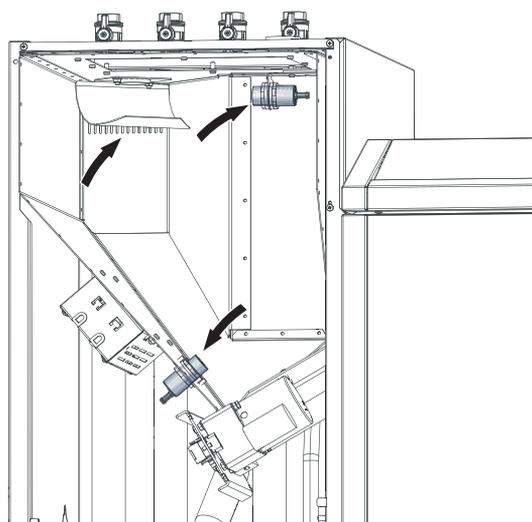

Fig. 61 Pulire gli interruttori di prossimità e le fessure dei filtri
- ▶ Rimuovere la polvere dagli interruttori di prossimità e dalle fessure del filtro – Fig. 61.